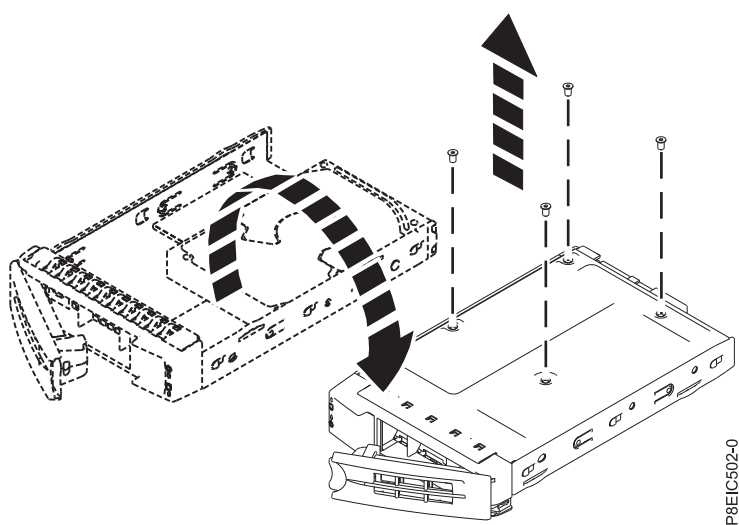

図 3. トレイからの 2.5 型ドライブの取り外し
- 2.5 型ドライブの場合は、トレイを裏返します。4 本のねじを取り外して、トレイの底面からドライブを外します (図 3 を参照)。